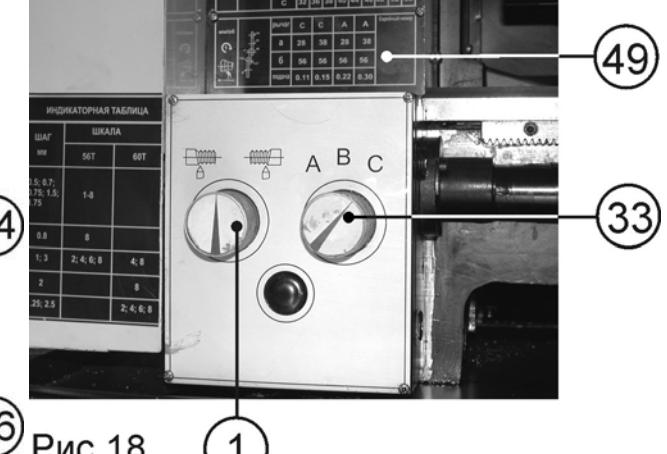
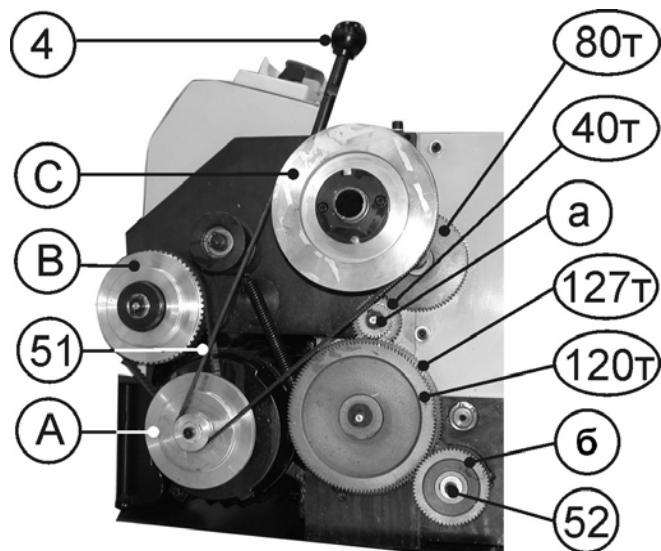

Рис.18
Рис.19
10.4.2. Ручкой переключения направления автоматической подачи (1) установите выбранное направление (левое или правое) автоматической подачи, Рис.18.
10.4.4. Станок оборудован коробкой скоростей автоматической подачи в диапазоне от 0,11мм. до 0,30мм. за один оборот шпинделья (См. таблицу 2 и шильдик (49)), Рис.18.
10.4.5. Откройте защитный кожух (2) гитары, как указано в п.9.3.2. По таблице 2 установите необходимые шестерни (а) и (б), Рис.19 и закройте защитный кожух (2) (п.9.3.2).
10.4.6. Пользуясь таблицей 2 инструкции или таблицей (49), Рис.18, установите необходимые шестерни (а) и (б), Рис.19 (См. п. 10.6.5-10.6.10).
10.4.7. Вращая ручку переключения скорости автоматической подачи (33), Рис.18, можно менять скорость автоматической подачи. Например, при установке шестерен, а=28Т и б=56Т, Рис.19, в положение С ручки переключения скорости автоматической подачи (33) – скорость подачи равна 0,11мм. на один оборот шпинделя. При установке ручки переключения скорости автоматической подачи (33) в положение А – скорость подачи равна 0,22мм. на один оборот шпинделя и т.д., Рис.18.
**При каждом перемещении ручки переключения скорости автоматической подачи (33) необходимо рычаг натяжения ремня (4) привести в крайнее положение от себя, Рис.19.**
10.5.2. Переставляя клиновой ремень (51) на шкивах А, В, С в положения 1, 2, 3 согласно таблице 3, можно ступенчато изменять скорость вращения шпинделя – 100; 250; 350; 500; 900 и 1800 об/мин. ( Рис.19 -А, В, С - шкивы). Например, при установке клинового ремня (51) на шкивах В, С в положении 1 – скорость вращения шпинделя равна 100 об/мин., а в положении 3 – 500 об/мин. и т.д., Рис.19.
10.6.4. Комбинации использования шестерен для нарезания резьбы указаны в таблице 4 и на Рис.19: